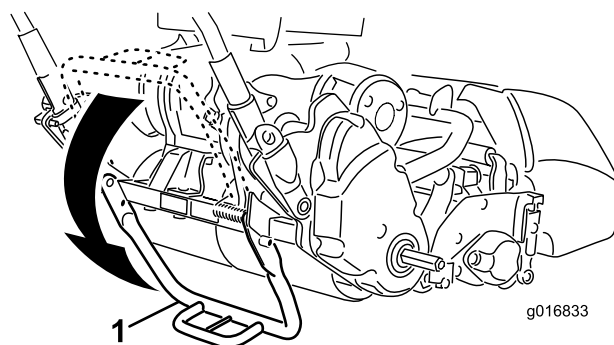

Figura 7
1. Empurre o apoio para baixo com o pé **no centro do apoio** e empurre a pega central inferior da máquina para cima até que o apoio tenha rodado para a frente, sobre o centro (Figura 7).